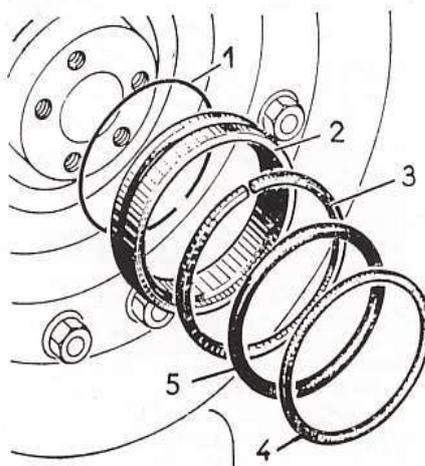

Fig. 28. — Bagues d'étanchéité du palier arrière
- Huiler le segment (3) (fig. 28) dans sa gorge et placer l'ensemble dans le guide Wilmonda DEL, de telle façon que la face de la bague recevant le jonc (1) se trouve du même côté que le chanfrein extérieur du guide. Repérer sur le guide la position de la coupe
- Placer l'outil DEL sur le vilebrequin, puis frapper avec un maillet sur le mandrin de l'outil. La bague doit buter contre le jonc (1).
- Placer le joint (5) en caoutchouc, puis la rondelle de calage (4) en papier (ne placer qu'une seule de ces rondelles).